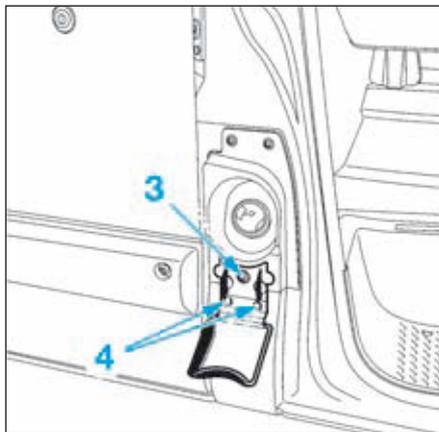

FIG.134
- Déposer la vis de fixation (3) (Fig.134).
- Plier les pattes des deux clips de maintien (4) pour libérer la baguette de protection.